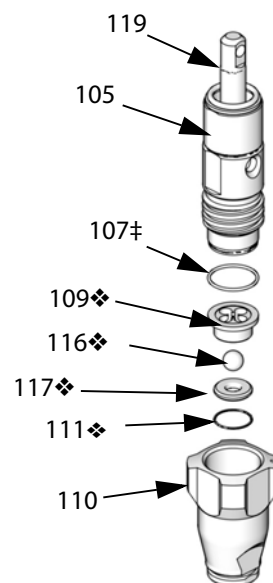

Рис. 11: Сборка впускного корпуса
4. Удалите впускной корпус (110). См. Рис. 11.
5. Очистите или замените направляющую шара (109), шар (116), седло (117) и уплотнительное кольцо (111).
6. Установите уплотнительное кольцо (111‡), седло (117), впускной шар (116‡) и направляющую шара (109) внутрь впускного корпуса (110).
7. Прикрутите впускной корпус (110) к цилиндру (105). Затяните с усилием 95–108 Н•м (70–80 фут-фунтов).